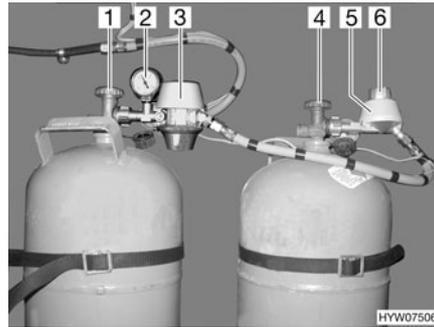
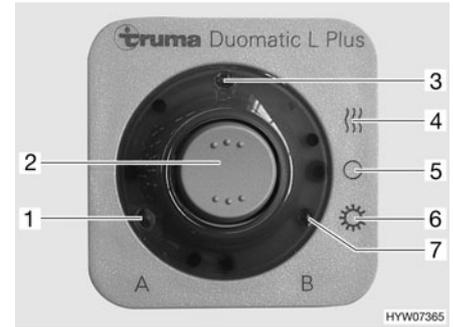

Fig. 132 Instalación de conmutación Duomatic
Fig. 133 Unidad de mando
La instalación de conmutación Duomatic se compone de un regulador central (Fig. 132,3) y de un regulador de conmutación (Fig. 132,5). Con el botón giratorio (Fig. 132,6) en el regulador de conmutación se puede determinar cuál de las bombonas de gas se usará como bombona de servicio y cuál bombona de gas como bombona de reserva.
El manómetro (Fig. 132,2) en el regulador central indica la presión en la bombona de gas, no el nivel de llenado de la bombona de gas. Con el manómetro se puede comprobar la estanqueidad de la bombona de gas.
En la unidad de mando (Fig. 133) únicamente pueden conmutarse las funciones eléctricas. Las llaves de paso principales de las bombonas de gas (Fig. 132,1 y 4) deben abrirse a mano.
- Abrir las llaves de paso principales en las bombonas de gas (Fig. 132,1 y 4).
- Con el botón giratorio (Fig. 132,6) en el regulador de conmutación (Fig. 132,5), seleccionar la bombona de gas de la cual se debe tomar el gas preferentemente (bombona de servicio). Girar el botón giratorio siempre hasta el tope. En caso de que el botón giratorio se encuentre en la zona roja, el gas se tomará preferentemente de la bombona de gas con el regulador central (Fig. 132,3). En caso de que el botón giratorio se encuentre en la zona verde, el gas se tomará preferentemente de la bombona de gas con el regulador de conmutación (Fig. 132,5).
- Conectar la instalación de conmutación Duomatic en la unidad de mando (Fig. 133). Para ello, ajustar el interruptor basculante (Fig. 133,2) en modo de invierno "On y calentar" (Fig. 133,4) o en modo de verano "On" (Fig. 133,6). Los dos reguladores de presión de gas están ahora desaireados. El piloto (Fig. 133,3) se enciende.
- Poner el interruptor basculante (Fig. 133,2) en "O" (Fig. 133,5). El piloto (Fig. 133,3) se apaga.
- Cerrar las llaves de paso principales en las bombonas de gas (Fig. 132,1 y 4).
Las luces de control en la unidad de mando (Fig. 133) señalizan en el interior del vehículo si las bombonas están dispuestas para el funcionamiento.
- Luz de control "A" (Fig. 133,1): Bombona de gas en el regulador central
- Luz de control "B" (Fig. 133,7): Bombona de gas en el regulador de conmutación